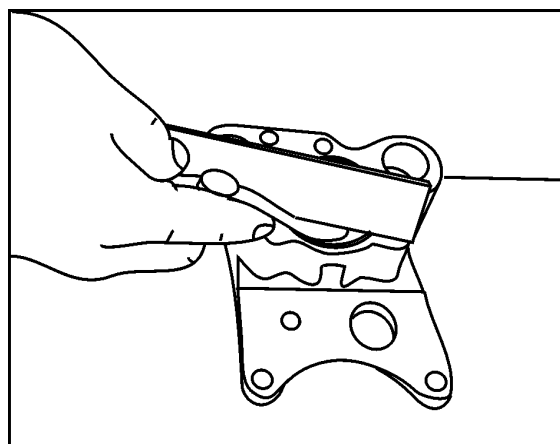

FIG 6
5. Verifique a folga axial do rotor externo com uma régua de aço e uma lâmina calibradora, **Fig.6**, veja Especificações Técnicas.